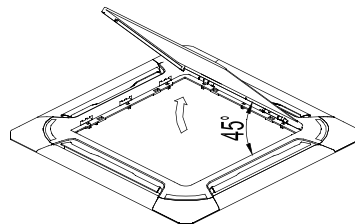

Abb. 3-8
- Das Gitter in einen Winkel von ca. 45° anheben und entnehmen. (s. Abb. 3-8)